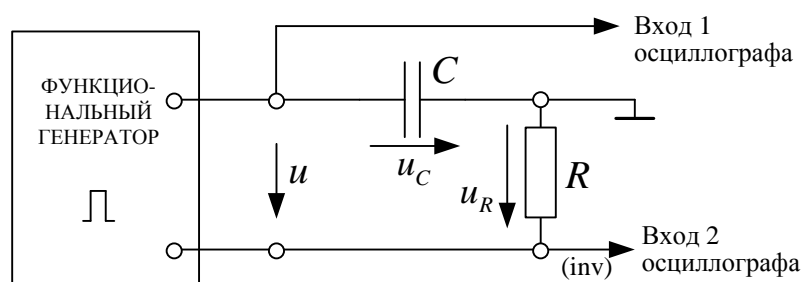

Рис. 5.3. Схема цепи  $R$ - $C$
2) Собрать электрическую цепь по схеме, показанной на рис. 5.3.